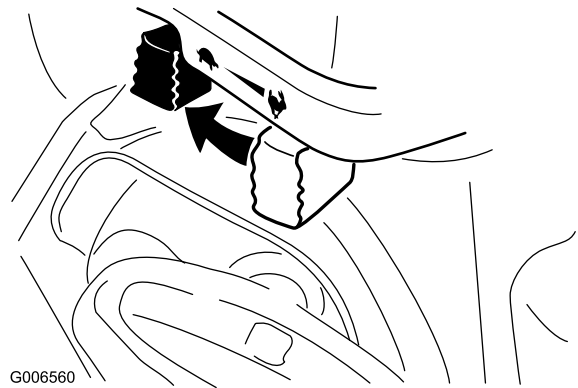

Figure 26
- Déplacez la commande d'accélérateur en position Bas régime, puis en position Arrêt (Figure 26).